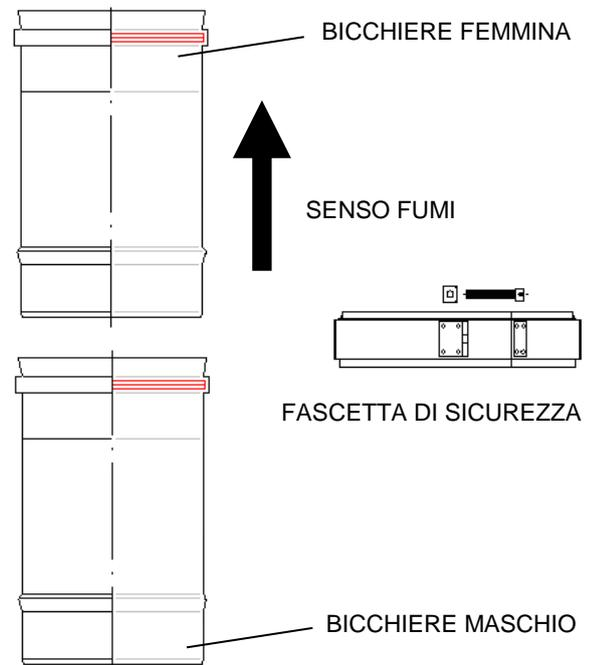

Fig.1 – montaggio tubi
Il sistema Inox Monoparete M è realizzato con giunto a bicchiere di tipo maschio/femmina su nervature autocentranti ed antischiacciamento come schematizzato in Fig. 1. Il posizionamento della guarnizione siliconica nell'apposito alloggiamento situato all'interno del bicchiere femmina, garantisce la tenuta ai gas.
- Installare gli elementi seguendo il senso dei fumi indicato sull'elemento con un'apposita freccia, ovvero con il bicchiere interno femmina rivolto verso l'alto (vedi Fig. 1)